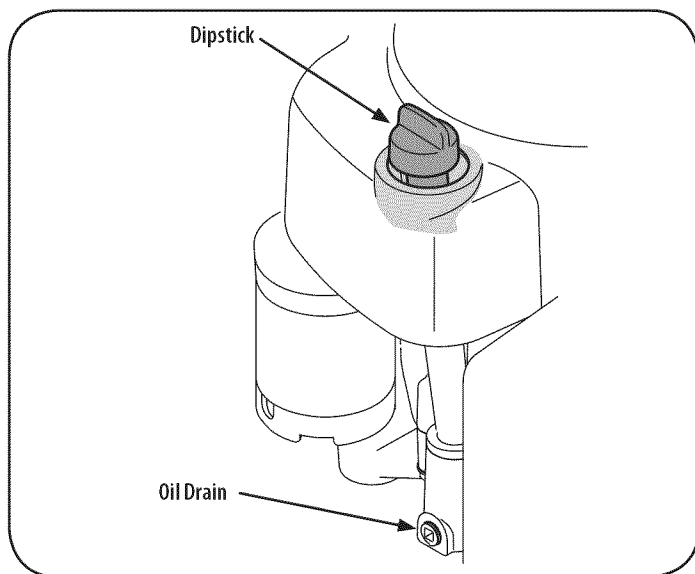

Figure 37
1. Retire la varilla, vea la Figure 37 y limpie con un paño limpio.